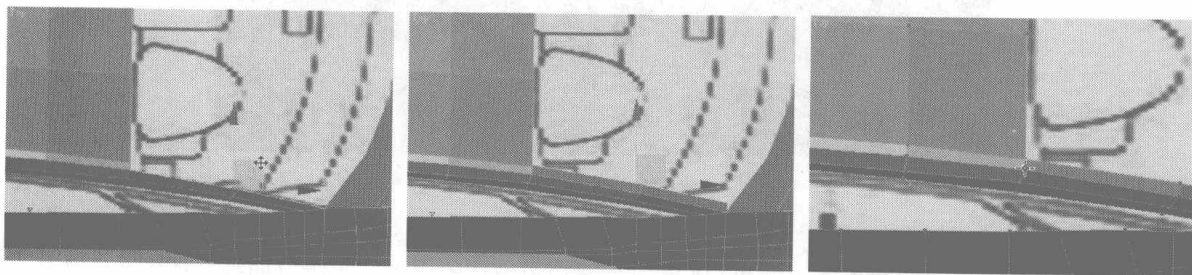

图 7.108
- 08 选择汽车挡风玻璃侧面的曲线，按住 Shift 键，移动复制面，然后单击右键，在弹出的快捷菜单中选择 Target Weld 命令，焊接节点，如图 7.108 所示调整节点的位置。